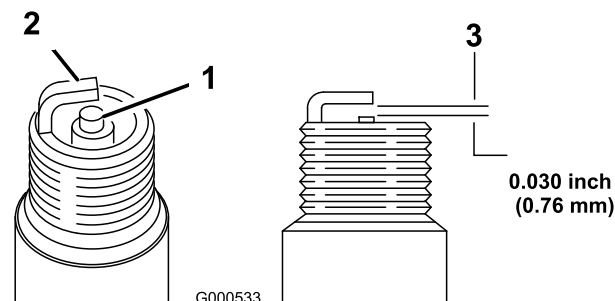

Figura 30
1. Controllate il centro della candela (Figura 30). Se l'isolatore è marrone chiaro o grigio, il motore funziona correttamente. Una patina nera sull'isolatore significa in genere che il filtro dell'aria è sporco.
2. Controllate la distanza tra gli elettrodi centrale e laterale (Figura 30). Se la distanza non è esatta, piegate l'elettrodo laterale (Figura 30).